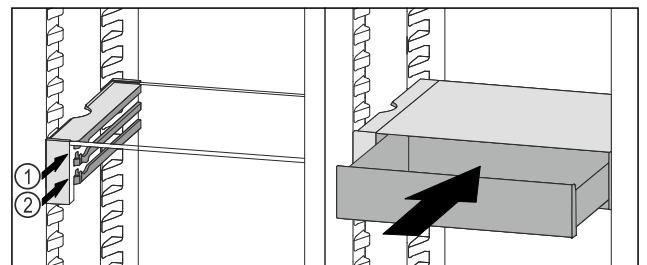

Fig. 81
- ▶ VarioSafe-lade achter de stoppers op de gewenste rib *Fig. 81 (1)* of *Fig. 81 (2)* plaatsen.